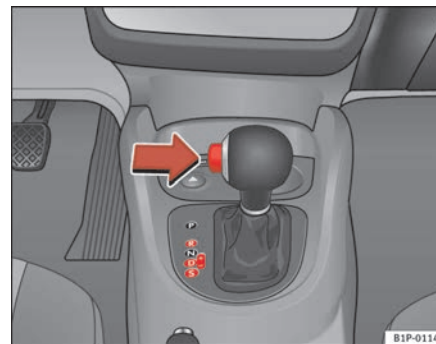

Fig. 124 Conducción
- Presione el pulsador del pomo (situado en la parte izquierda del mismo) ⇒ fig. 124.